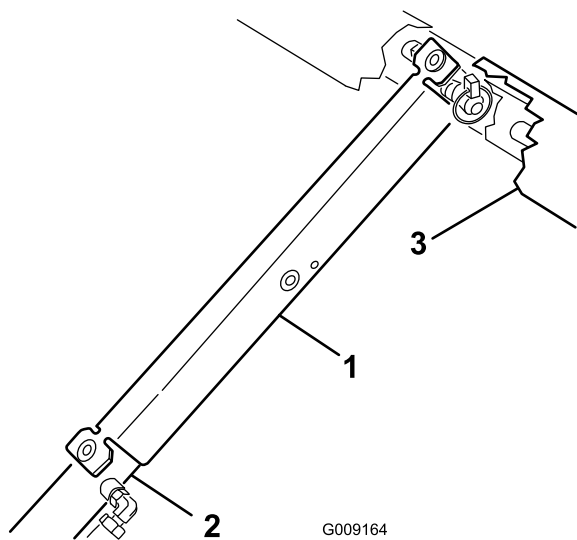

Рисунок 39
3. Насадите опору кузова на шток гидроцилиндра так, чтобы концевые выступы опоры опирались на торец корпуса гидроцилиндра и на конец штока гидроцилиндра (Рисунок 39).